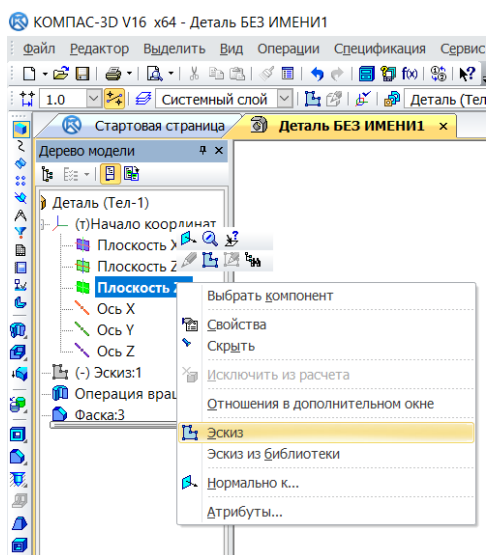

Рис. 39.
- 1) СПОСОБ 1. Выберем плоскость ZY в дереве модели, она должна проходить через центр детали, и создайте на ней новый эскиз (рис. 39):